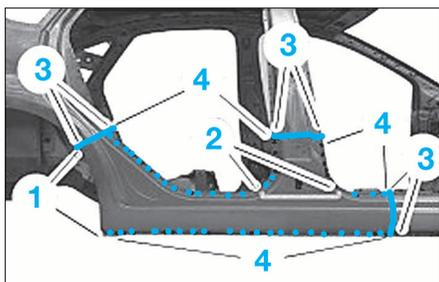

FIG. 46
- Appliquer de la colle bicomposant pour métal sur le bord rabattu (1) (Fig.46).